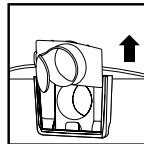

FIGURE 20
30. Retirez le déflecteur d'admission du guide de déflecteur. **REMARQUE :** Le tuyau doit être enlevé avant le retrait du déflecteur d'admission. **FIGURE 20.**